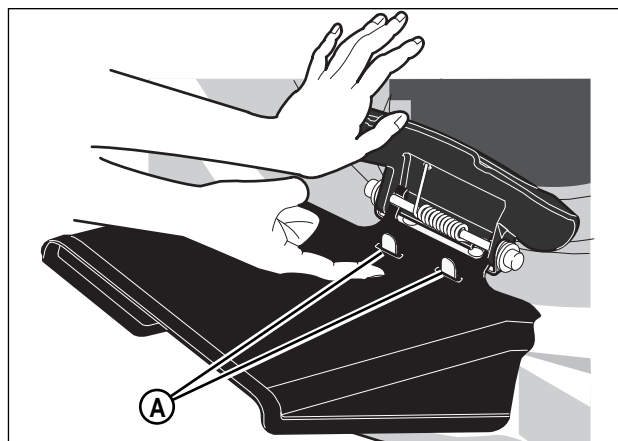

Figure 9 : Taquets de verrouillage du déflecteur d'évacuation latérale.
3. Abaissez le déflecteur latéral. Assurez-vous que le taquet de verrouillage (**A, Figure 9**) passe au travers de la fente dans le déflecteur latéral.